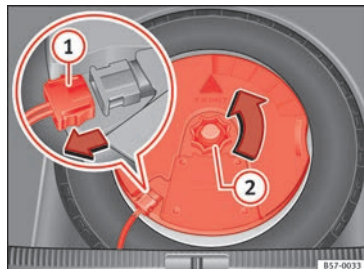

Fig. 229 Dans le coffre à bagages : démonter le subwoofer.
- Déconnectez le câble du haut-parleur *subwoofer* » » fig. 229 ①.
- Dévissez la molette de fixation en la tournant dans le sens inverse des aiguilles d'une montre » » fig. 229 ②.